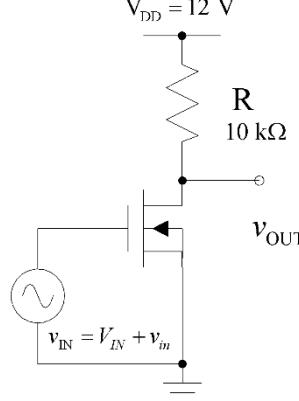

Figura 2
- 3.2.1. Monte o circuito da Figura 2.